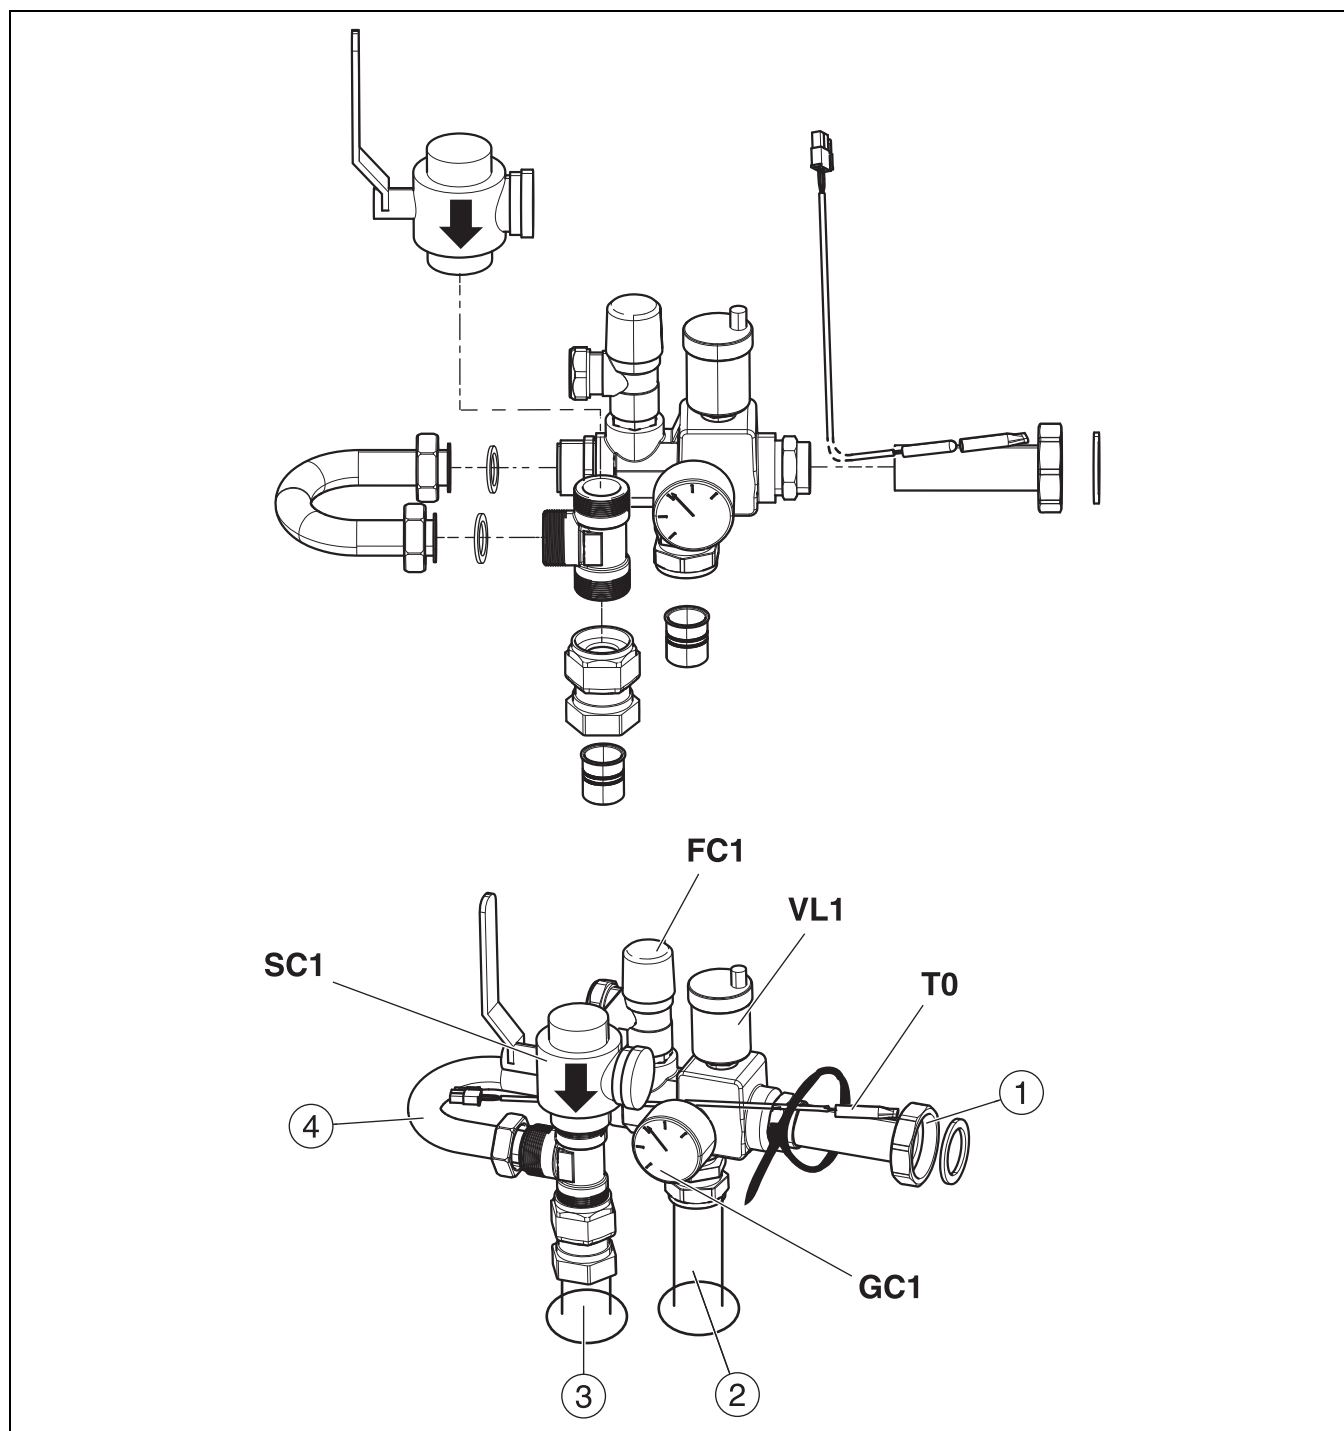

Fig. 8 Grupo de seguridad con Bypass
- ▶ Montar primero el filtro de partículas ([SC1], fig. 8) en la pieza T.
- ▶ Montar los demás componentes, no ajustar por completo los atornillamientos en el bypass ([4], fig. 8).
- ▶ Fijar sonda de la temperatura de impulsión en vaina de inmersión en el tubo ([T0], fig. 8) y ajustar con sujetacables.
- ▶ Apretar las uniones roscadas en el bypass ([4], fig. 8).